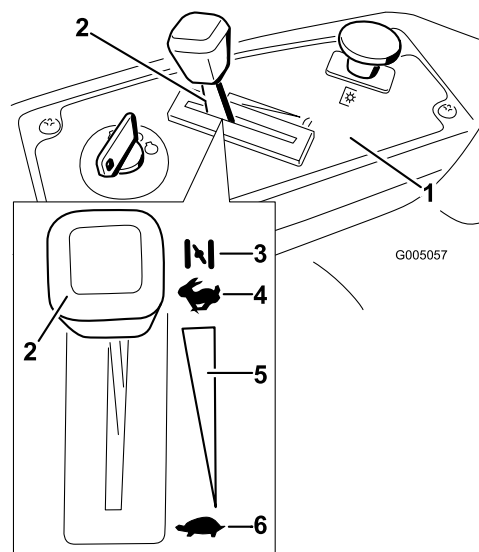

Figure 11
3. Placez la manette d'accélérateur en position Starter pour démarrer à froid (Figure 11).
5. Lorsque le moteur a démarré, amenez progressivement la manette d'accélérateur en position de Haut régime (Figure 11). Si le moteur cale ou hésite, ramenez la manette d'accélérateur
3. Tournez la clé de contact à la position contact coupé (Figure 11) et enlevez-la.